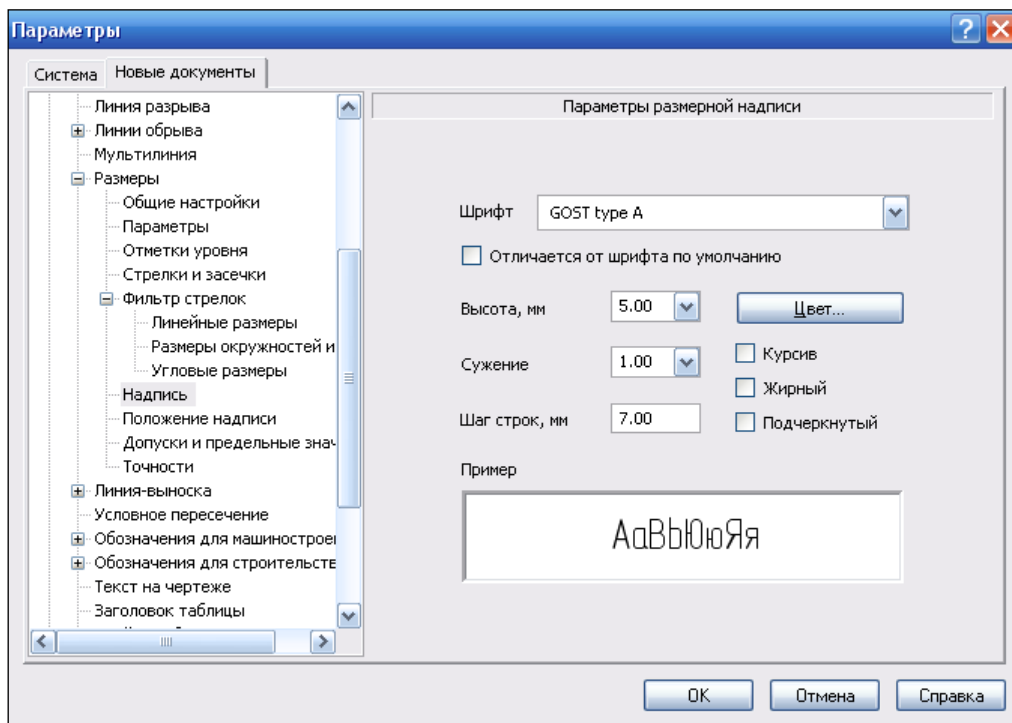

Рис. 1.12. Диалоговое окно **Параметры** с открытой панелью **Параметры размерной надписи**
- ◆ выделите ЛК мыши пункт **Надпись**. В правой части появится панель **Параметры размерной надписи** (рис. 1.12). На этой панели: